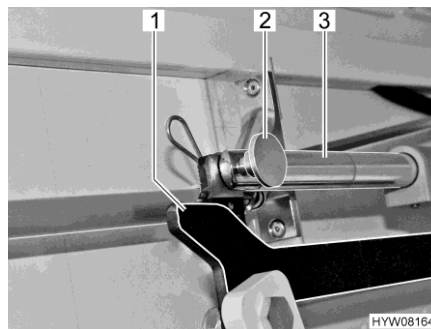

Bild 111 Antrieb (Hubbett)
- Verbindung (Sicherungssplint und Bolzen) (Bild 111,2) zwischen Schubstange (Bild 111,3) und Hebel (Bild 111,1) abziehen.
- Von unten zwischen Seitenwand und Hubbettgestänge fassen und Verbindung (Sicherungssplint und Bolzen) (Bild 111,2) zwischen Schubstange (Bild 111,3) und Hebel (Bild 111,1) abziehen.